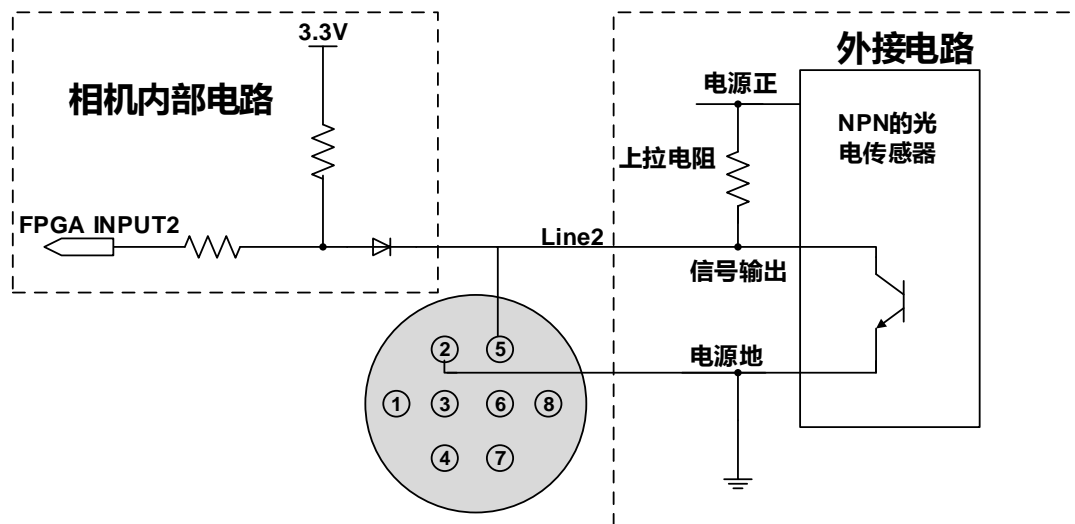
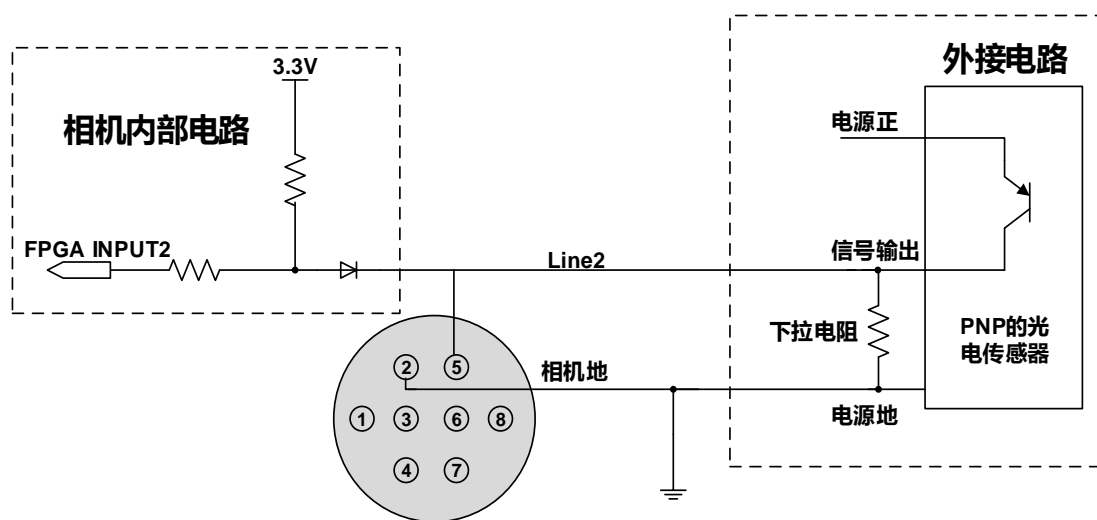

图 7-9 NPN 型光电传感器连接到 Line2 输入电路
图 7-10 PNP 型光电传感器连接到 Line2 输入电路
- Line2/3 输入高电平时，输入电流小于 100 μ A；Line2/3 输入低电平时，输入电流小于-1mA。Line2 和 Line3 输入电路和 NPN 型、PNP 型光电传感器的连接方法见图 7-9 和图 7-10。上拉电阻阻值和外接电源电压的关系见表 7-3